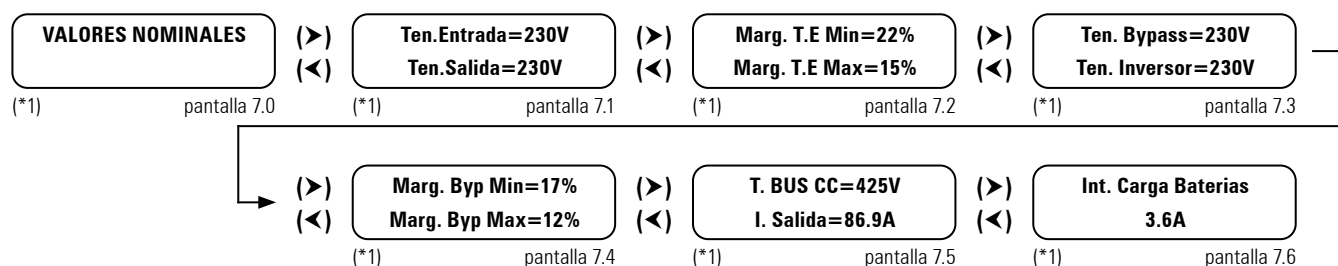

Fig. 55. Pantalla 7.0 «Valores nominales» y sus submenús.
7.3.8. Pantallas de valores nominales (menú pantalla 7.0). Ver Fig. 55.